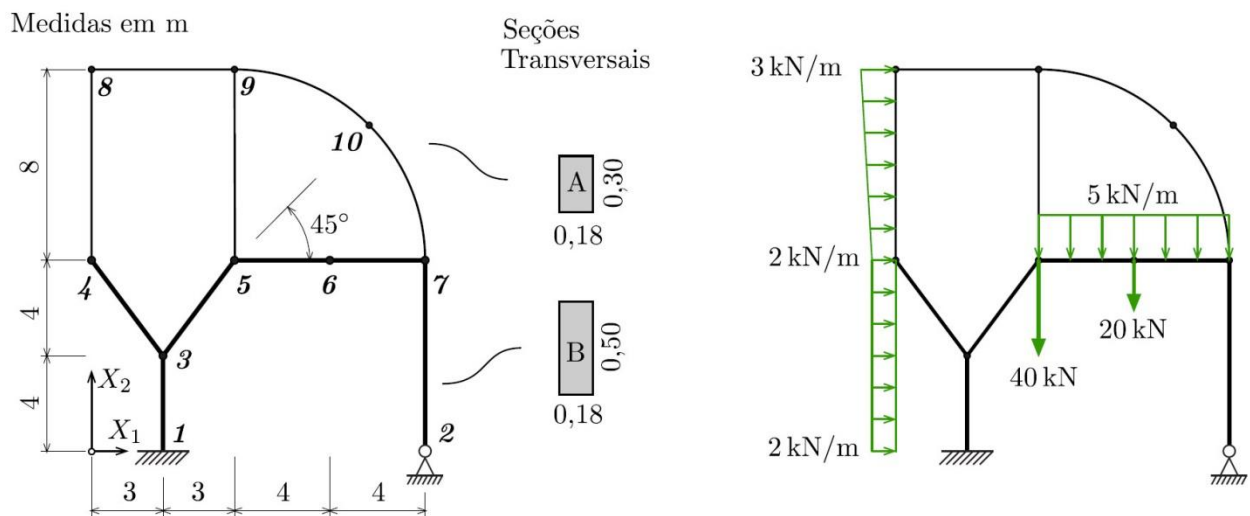
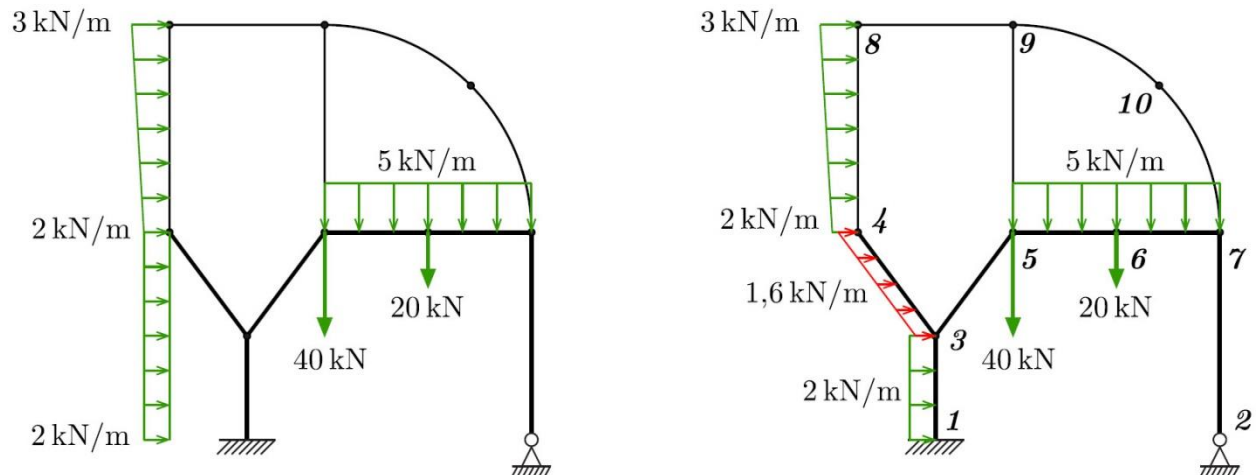

Fig. 1 Pórtico plano ($E = 30 \times 10^6 \text{ kN/m}^2$).
Fig. 2 Adaptação do carregamento.
A título de exemplo, analisaremos o pórtico plano da Fig. 1 submetido a um carregamento formado por forças concentradas e distribuídas. Como a interface não dispõe de forças distribuídas na projeção da barra, substituiremos esse tipo de força pelas forças mostradas na Fig. 2.
Na próxima seção, construiremos um modelo reticulado a partir dos pontos e segmentos de barra indicados na Fig. 2, o qual será usado na descrição da geometria e das condições de contorno.
- aplique, por meio do botão 'Assign,' as vinculações ao ponto 1 da Fig. 2; libere a rotação e aplique as vinculações ao ponto 2;
- aplique, por meio do botão 'Assign,' uma força de -40 na direção de X_2 ao ponto 5 da Fig. 1; altere o valor para -20 e aplique ao ponto 6;
O botão  abre a janela para a entrada de forças distribuídas aplicadas a linhas do modelo. Com a janela aberta, selecione *BAR uniform load*, o sistema global G de coordenadas, o tipo UNIF, a direção 2 correspondendo ao eixo global X_2 , e entre com o valor -5.0; aplique, por meio do botão 'Assign,' a força distribuída às linhas 5-6 e 6-7 da Fig. 1.
Aplique as demais forças distribuídas uniformes na direção horizontal. Ou seja, os valores 1.6 à linha 3-4 e 2.0 à linha 1-3 da Fig. 1.
Na janela aberta, selecione *BAR Level load*, o sistema global G de coordenadas, a direção 1 associada ao eixo horizontal global X_1 , e entre com os valores $p_0 = 2$, $w_0 = 8$ (correspondendo à ordenada do ponto 4) e $v = (3 - 2) / 8 = 0,125$. Aplique, por meio do botão 'Assign,' a força distribuída à linha 4-8 da Fig. 1.